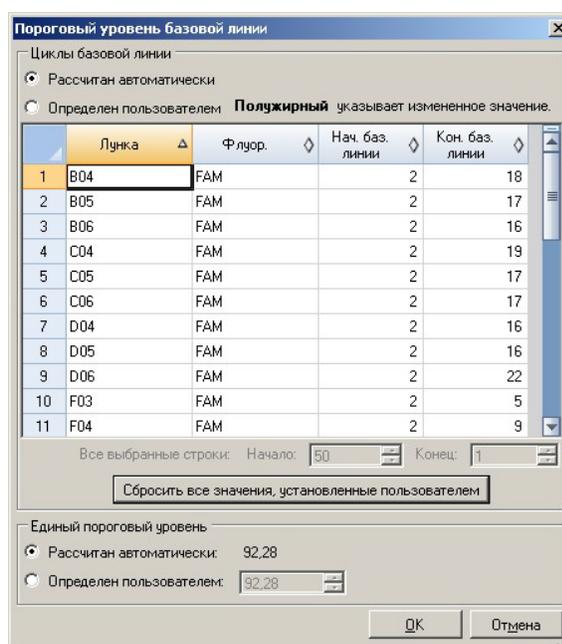

Рис. 52. Окно Пороговый уровень базовой линии.
3. Скорректируйте пересечение порогового уровня (Рис. 52) для флуорофора, щелкнув **Определен пользователем** и введя число порогового уровня.
После выбора лунок для анализа проверьте настройки базовой линии в этих лунках. Откройте окно Пороговые уровни базовой линии (Рис. 52), чтобы изменить базовую линию по умолчанию для выбранных лунок. Чтобы открыть это окно:
2. Скорректируйте цикл **Начало базовой линии** и цикл **Конец базовой линии** для всех выбранных лунок или измените номер цикла **Начала** и **Конца** в нижней части электронной таблицы (Рис. 52).